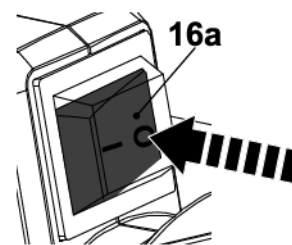

Fig. 12
- > Pressionar o "O" do interruptor LIGAR/DESLIGAR (ON/OFF) (16a) para desligar o produto (Fig. 12).